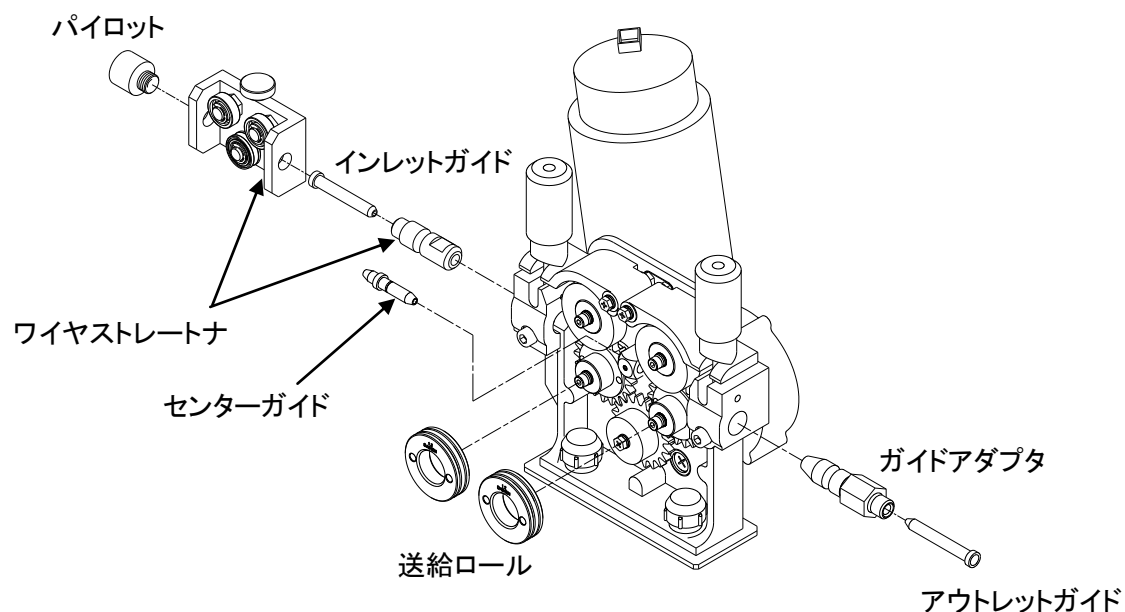

図3. 選択付属品 取付図
- (2) 送給ロール・加圧ロール(図3)
- (3) センターガイド・アウトレットガイド・ガイドアダプタ(図3)
- (4) ワイヤストレートナ用部品(図3)